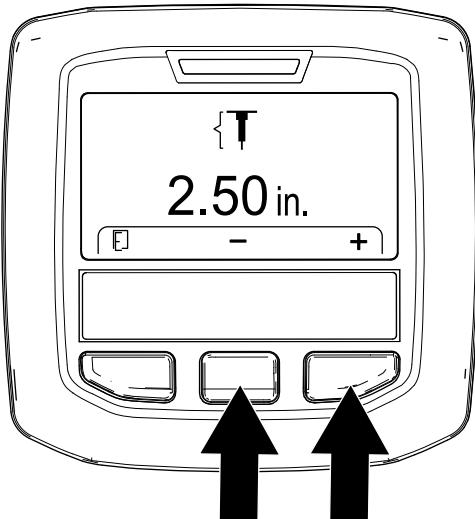

Figura 53
- Ajuste la profundidad de los taladros (Figura 53) del siguiente modo: